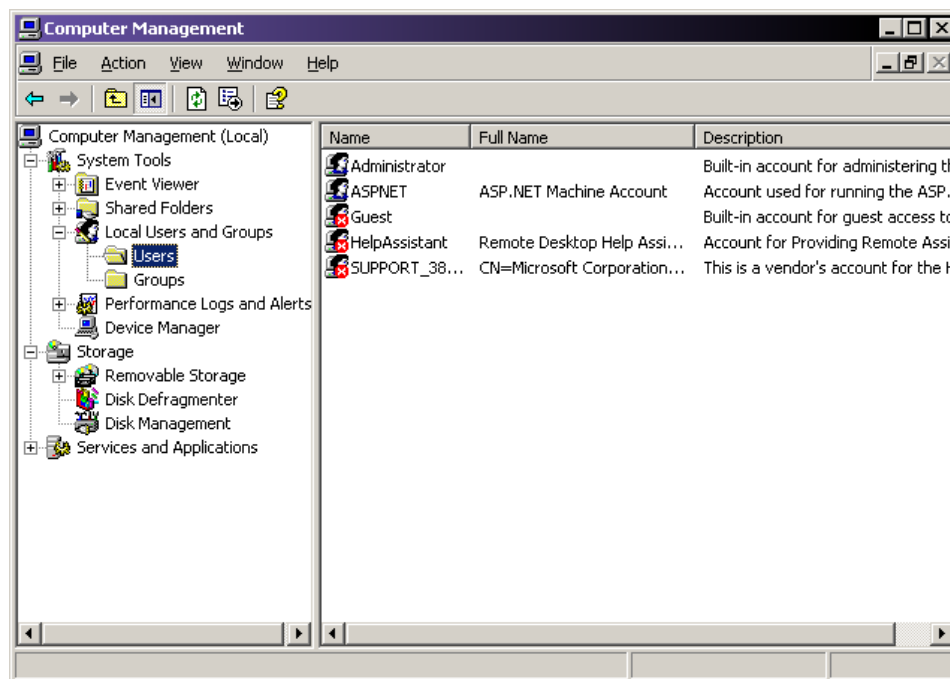

图 8.10 计算机管理控制台 - 选择用户
1. 选择 **Start**（开始） | **Settings**（设置） | **Control Panel**（控制面板） | **Administrative Tools**（管理工具） | **Computer Management**（计算机管理）。计算机管理控制台打开（请参见 图 8.10）。